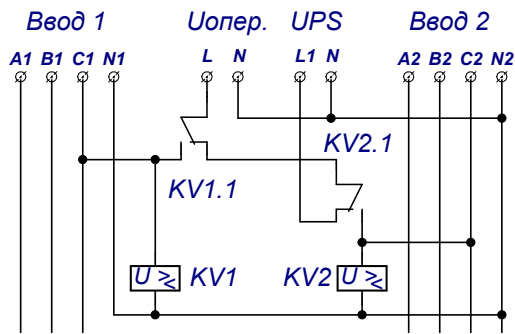

Рис.9 Схема получения оперативного питания с использованием 2-х реле напряжения и UPS
- 6.2.4. Схема получения оперативного питания с использованием 2-х реле напряжения и источника бесперебойного питания - UPS. UPS питается от одной из фаз любого ввода. Выход UPS подключается к схеме, показанной на рис.9. UPS должен иметь гальваническую развязку входных и выходных цепей, иначе в схемы на рис. 9 и 10 необходимо ввести дополнительную коммутацию выхода N UPS.